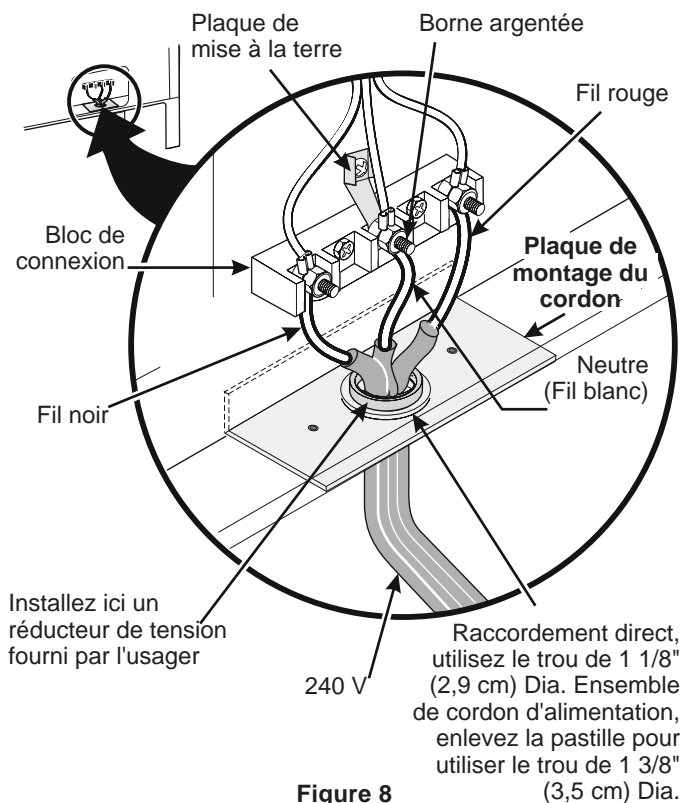

Figure 8
Si les codes locaux permettent la connexion du conducteur de mise à la terre du châssis au fil neutre du cordon d'alimentation en cuivre (voir figure 8).
2. Utilisez les écrous fournis dans l'enveloppe littéraire pour raccorder le neutre (blanc) du cordon d'alimentation cuivré à la borne argentée située au centre du bloc de connexion, et raccordez les autres fils aux bornes extérieures. Assortissez les fils et les bornes conformément aux couleurs (branchez le fil rouge à la borne de droite, et le fil noir à la borne de gauche) (voir figure 8).